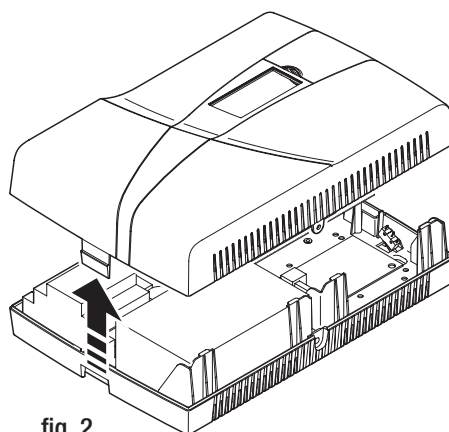

fig. 2
- sollevare il coperchio della Centrale (fig. 2).